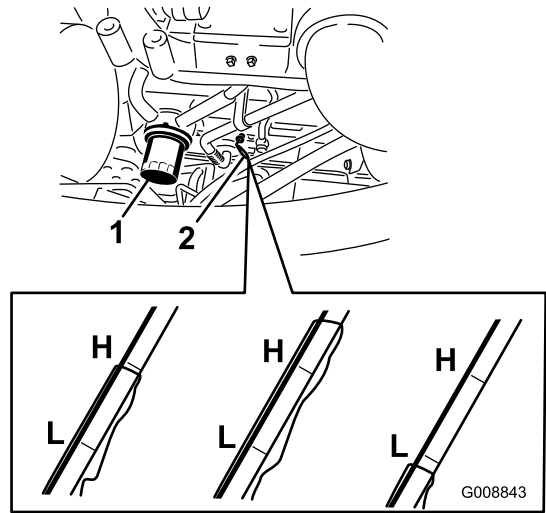

図 61
2. ディップスティック（図 61）を抜き取り、付いているオイルをウェスで拭き、もう一度一杯に差し込んで抜きとる。FULL マークまでであればよい。
2. オイルフィルタ（図 61）を外す。新しいフィルタのシールに薄くエンジンオイルを塗って取り付ける。締めすぎないように注意すること。